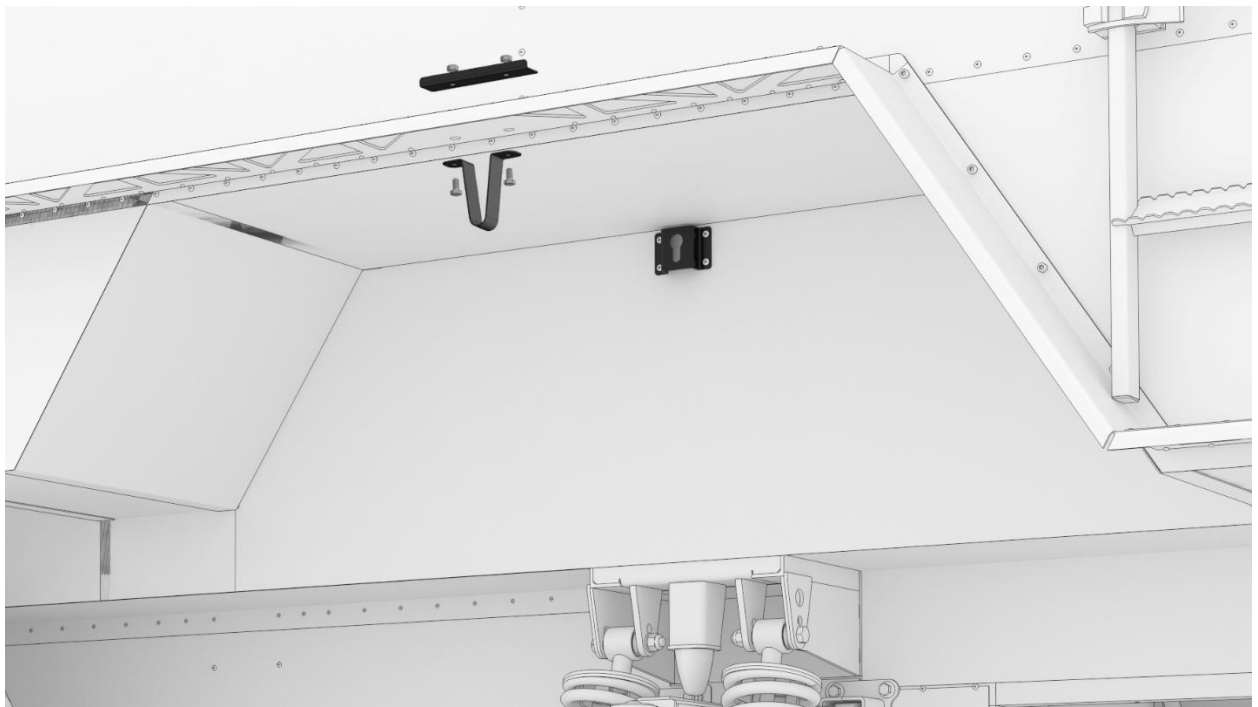

Рисунок 111 – Крепление кронштейна.
- кронштейн (5) подвести снизу в отверстия расширителя арки и закрепить, используя уголок (4) и гайки (3) (Рисунок 111);